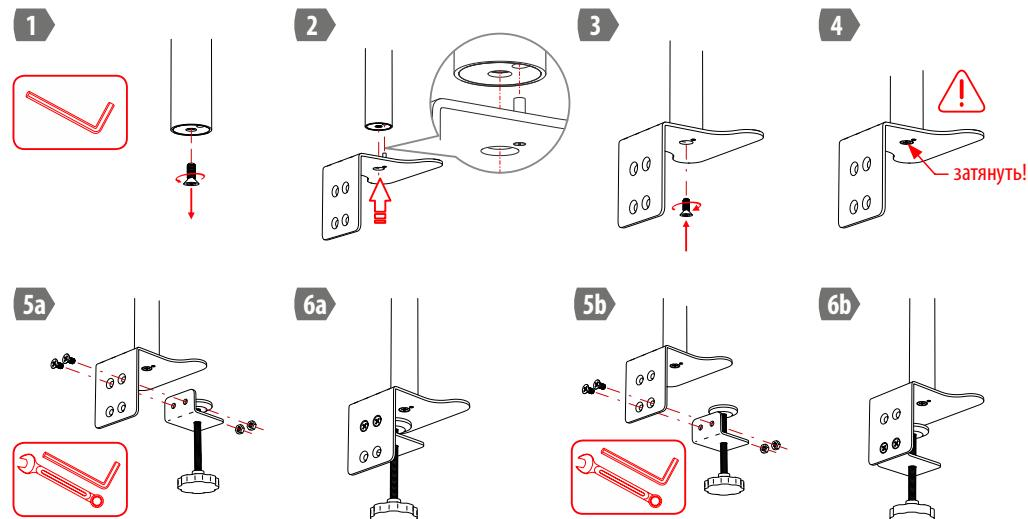

Рисунок 1. Сборка основания кронштейна. Вариант «а» для столешниц до 20 мм, вариант «б» для столешниц до 50мм.
2. Соберите опору и стойку кронштейна как показано на рис.1. Протягивайте винты до упора. При сборке учитывайте толщину столешницы.